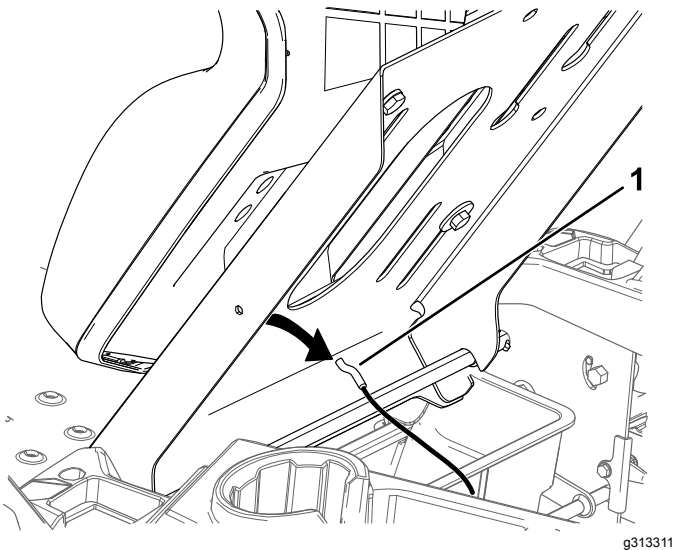

Bild 1
1. Klappen Sie den Sitz nach oben, wie in Bild 1 dargestellt.
2. Haken Sie den Klappzug von der Sitzpfanne ab (Bild 1).